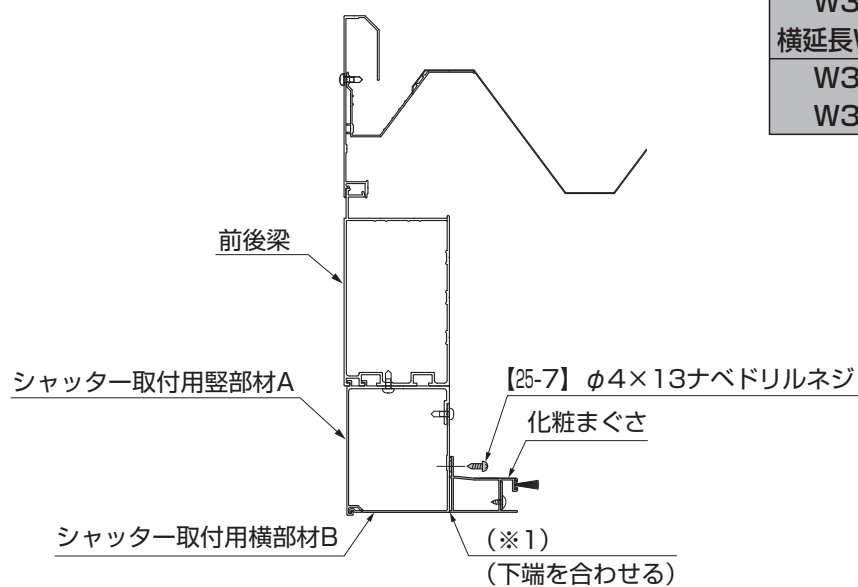

図2-1
- ① シャッター取付用横部材Bの下端に、化粧まぐさの下端を合わせ(※1)、左右の出を均等(15mm)(※2)にして、中央を合わせて【25-7】で水平に取付けてください。(図2-1参照)